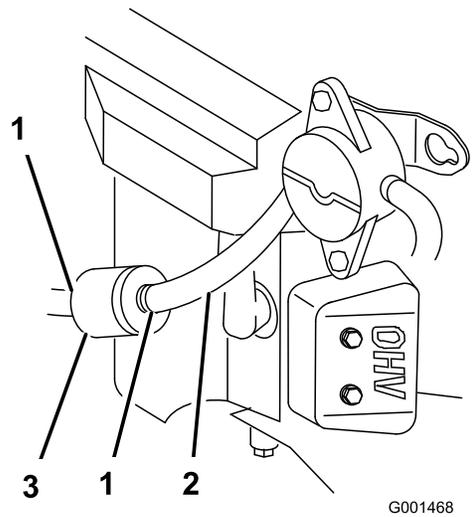

Figura 48
2. Limpie alrededor del tapón del depósito de combustible para evitar que entre suciedad en el depósito (Figura 48).
4. Apriete los extremos de las abrazaderas y deslícelas por el tubo alejándolas del filtro (Figura 48).